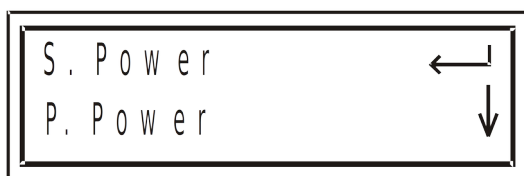

Рис. 30
1. Находясь в меню Power, выберите пункт S. Power для отображения полной мощности (рис. 30):